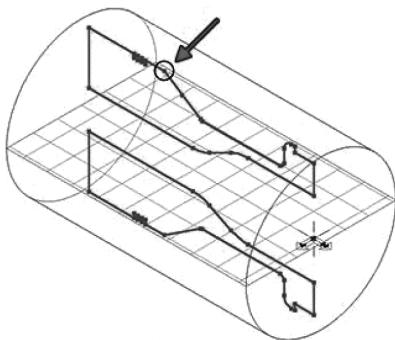

图 6-106 选取坐标点位置
- 3) 选择如图 6-106 所示的点并左键单击它来改变坐标原点按钮 。